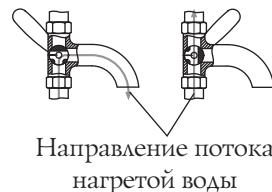

Рисунок 7. Схема работы трехходового крана.
При необходимости получения горячей воды за более короткий срок, допускается производить разбор воды до ее попадания в бак. Для этого необходимо присоединить трехходовой кран (7) к трубе горячей линии, между верхним штуцером теплообменника и выносным баком в удобном для вас месте (рисунок 7).